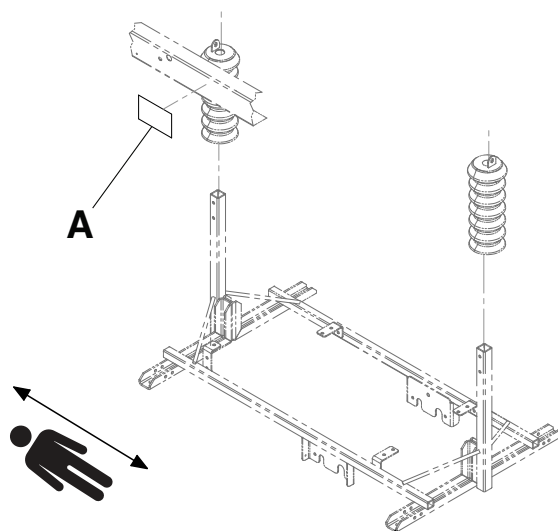

Figure 1 – Emplacement du numéro de série
Le numéro de série (A) se trouve du côté pieds droit du châssis du plan de couchage (Figure 1).